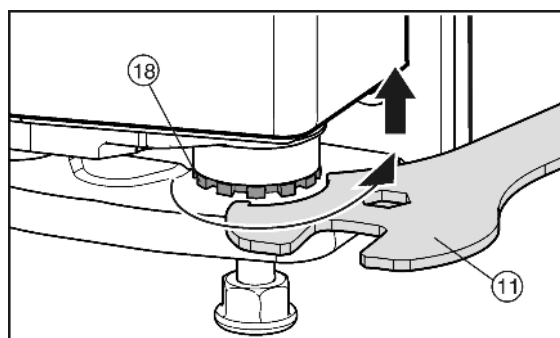

Fig. 13
- ▶ Døren løftes ved å skru lagerbolten Fig. 13 (18) ut mot høyre med vedlagte skrunøkkel Fig. 13 (11). Når enheten leveres, er lagerbolten helt innskrudd.